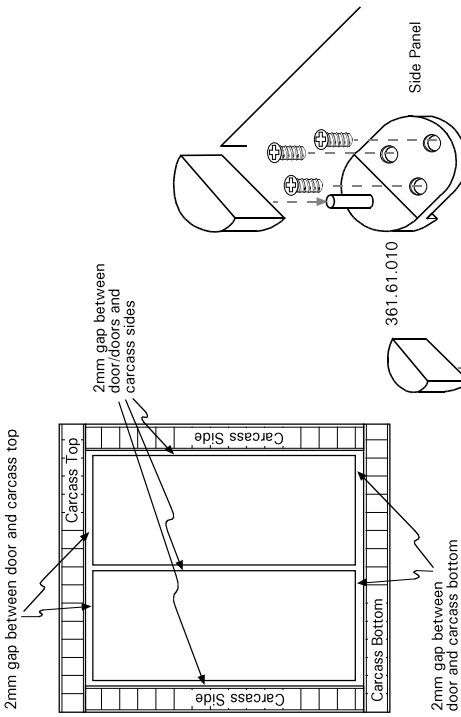

FIG 1
- The ideal height/width ratio of each door should not exceed 3:2. Glass door sizes to be cut **accurately** as per (Fig 1).
- Das Verhältnis Höhe zu Breite sollte 3:2 nicht überschreiten. Das Glas für die Tür sollte präzise gem. Abb. 1 zugeschnitten werden.